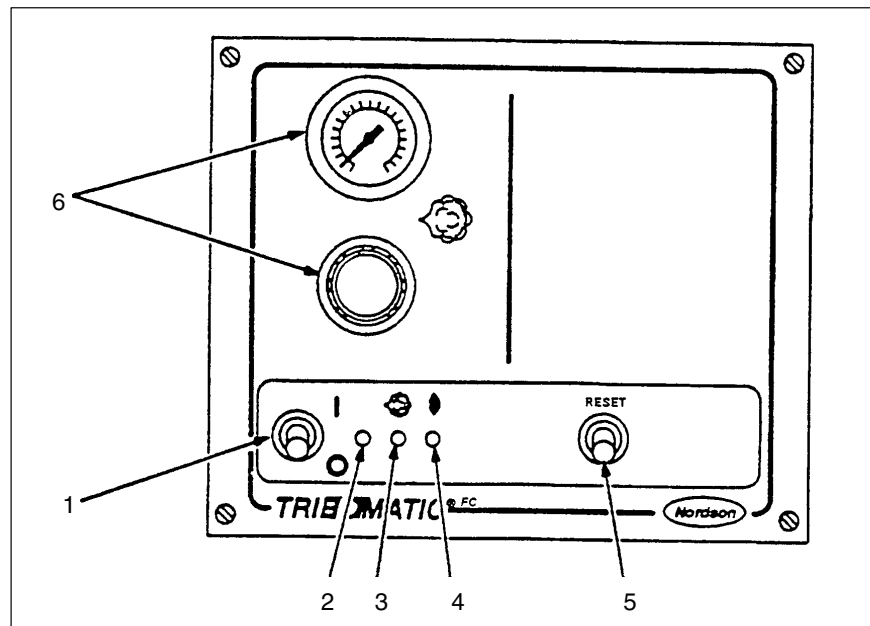

Abb. 4-1 Steuerelemente an der Frontplatte
3. Siehe Abb. 4-1. Schalten Sie den Stromschalter des Steuergerätes ein. Die LED-Anzeige für Spannungsversorgung leuchtet.